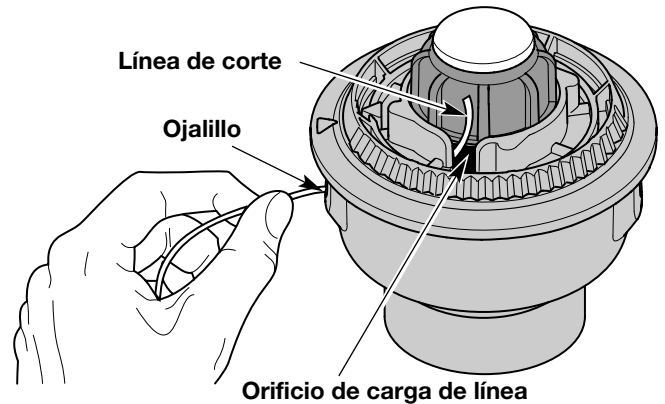

Fig. 9
3. Saque la línea vieja por los orificios de carga y de cierre de línea (Figs. 9 y 10).
4. Inserte una pieza de línea de corte dentro de uno de los ojillos de la bobina exterior. Páselo hacia arriba a través del orificio de carga del carrete interior (Fig. 9). No doble la línea al insertarla en el ojillo.